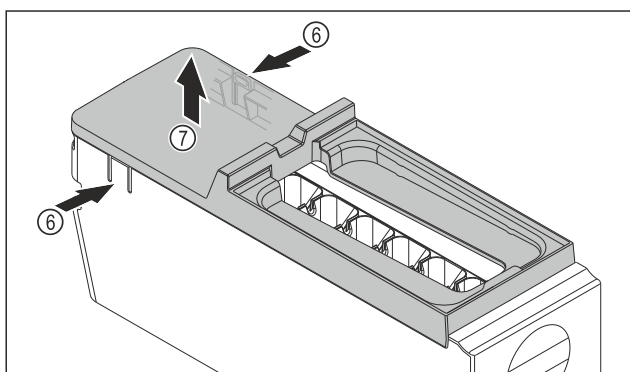

Fig. 112
- Wyjmowanie osłony korpusu EasyTwist-Ice: Docisnąć jedną ręką nakładki Fig. 112 (6) po obu stronach korpusu EasyTwist-Ice.
- Drugą ręką wyjąć osłonę Fig. 112 (7) ku górze.